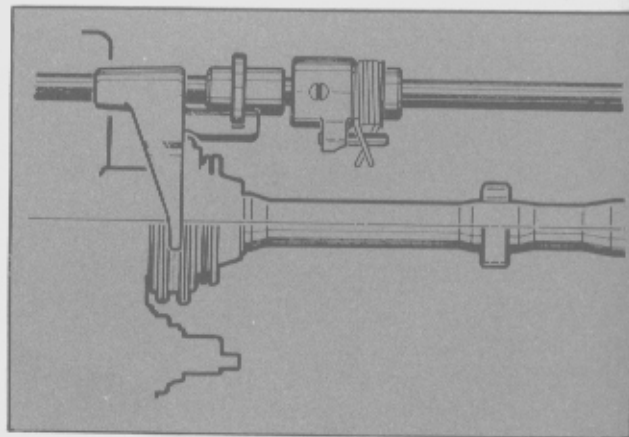

Fig. 42 - Posicionado del selector y horquilla de 5ta. velocidad.
- Ubicar el selector y la horquilla de 5ta. velocidad de tal manera que el perno fijo de la varilla, la acanaladura y la zona de mayor diámetro del selector queden alineados (Fig. 42).